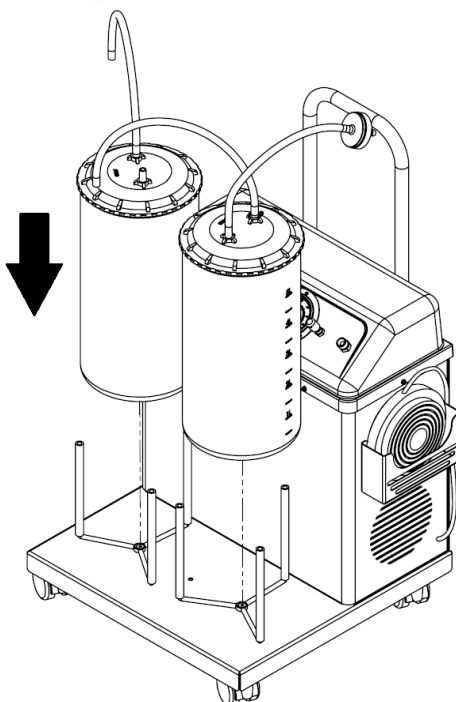

Figura 16- Montagem do frasco no suporte
1. Encaixe dos frascos nos suportes de frasco, conforme figura 16.